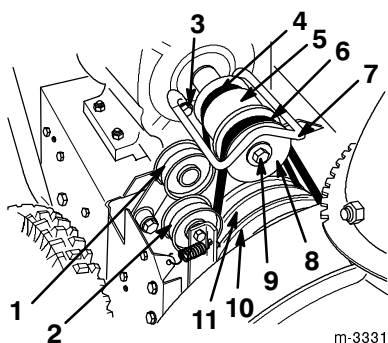

Figure 27
Si la courroie de traction (Fig. 27) est usée, imbibée d'huile ou endommagée de quelque autre manière, remplacez-la par une courroie neuve. Vous pouvez acheter une courroie neuve chez votre concessionnaire Toro agréé.
5. Retirez les 2 vis, rondelles et rondelles-frein de fixation du guide-courroie (Fig. 27).
6. Retirez la vis du vilebrequin du moteur avec sa rondelle et sa rondelle-frein (Fig. 27).
7. Détachez et déposez la poulie à gorge du moteur (Fig. 27).
9. Déposez la poulie du moteur (Fig. 27).
10. Retirez la courroie de traction hors de la poulie de traction et du vilebrequin du moteur (Fig. 27).
11. Tirez la poulie folle de traction vers l'extérieur et mettez en place la nouvelle courroie de traction (Fig. 27).
13. Tirez la poulie folle vers l'extérieur et passez la courroie d'entraînement de tarière/roue hélice devant la poulie du moteur, en veillant à la faire passer du côté intérieur de la poulie folle (Fig. 27).
8. Déposez la courroie d'entraînement de tarière/roue hélice (Fig. 27).
9. Tirez la poulie folle vers l'extérieur et passez la courroie neuve autour de la grande poulie de tarière/roue hélice (Fig. 27).
10. Passez la courroie devant la poulie du moteur, en veillant à la faire passer du côté intérieur de la poulie folle (Fig. 27).